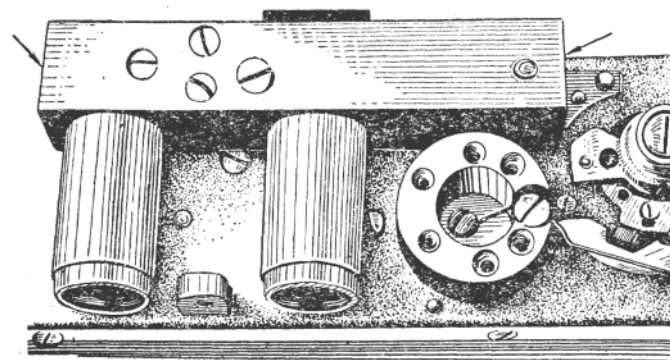

Рис. 161. Дальномер.
При выполнении более сложного ремонта дальномера нужно снять верхний щиток (см. стр. 147). Чтобы лучше разобраться в работе деталей дальномера и их назначении, следует обратиться к принципиальной схеме (рис. 157) и к рис. 161, где дальномер изображен без верхнего щитка.
1. При помощи четырех стопорно-регулирующих винтов. Для этого нужно снять приклеенную шеллаком заслонку (см. правую стрелку на рис. 161), под которой расположен рычаг призмы, укрепленный четырьмя винтами (M1,7x0,35) на оси 4 (рис. 157). Затем отвинтить на один оборот все винты, и, завинчивая их поочередно, совместить изображения по вертикали настолько, чтобы впоследствии клином можно было окончательно отрегулировать дальномер. Затем, надевая верхнюю шайку 6 (рис. 116), можно завинтить клин и проверить совмещение изображений по вертикали.
2. Проверкой установки зеркала. Если первый способ не даст положительных результатов, проверяют установку зеркала 10 (рис. 157). Зеркало вынимают так: снимают заслонку (см. левую стрелку на рис. 161); вынимают пружину, которая краями зацеплена в пазах; снимают угольник-накладку зеркала и осторожно, взяв край зеркала пинцетом, извлекают его. Проверяют, цело ли зеркало и устанавливают его на место. Вслед за зеркалом устанавливают угольник и пружину, которая должна плотно прижимать угольник. Зеркало следует слегка подвигать, это может положительно сказаться на регулировке вертикалей. Таким же способом и заменяют зеркало.